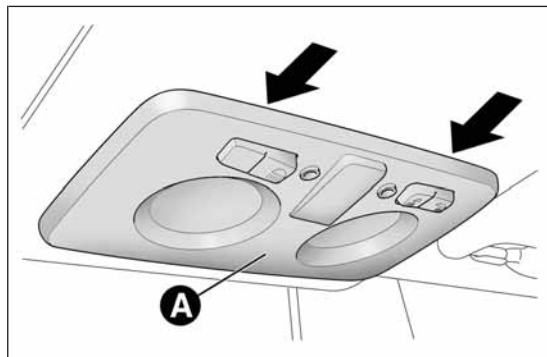
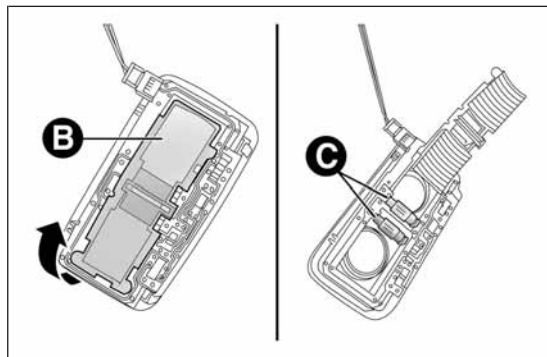

fig. 143
fig. 144
- ☐ extraer el plafón A fig. 143 interviniendo en los puntos indicados por las flechas;
- ☐ abrir la tapa B fig. 144, sustituir las lámparas C soltando los contactos laterales. A continuación, asegurarse de que las nuevas lámparas estén bloqueadas correctamente entre los mismos contactos;
- ☐ volver a cerrar la tapa B fig. 144 y fijar el plafón A fig. 143 en su alojamiento asegurándose de que se bloquee correctamente.